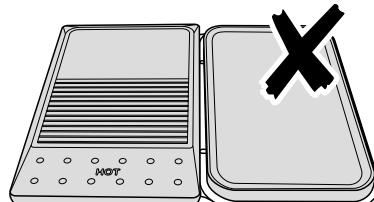

Fig.2-14
**⚠ N'utilisez jamais deux plaques à griller côte à côté (**Fig.2-14**).**